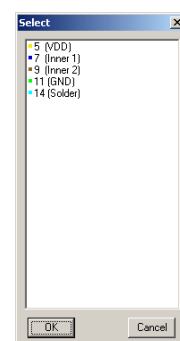

Рис. 5. Выбор слоя для сегмента проводника.
22. В появившемся на экране окне Select (рис. 5) выберем слой Component и нажмем кнопку ОК.